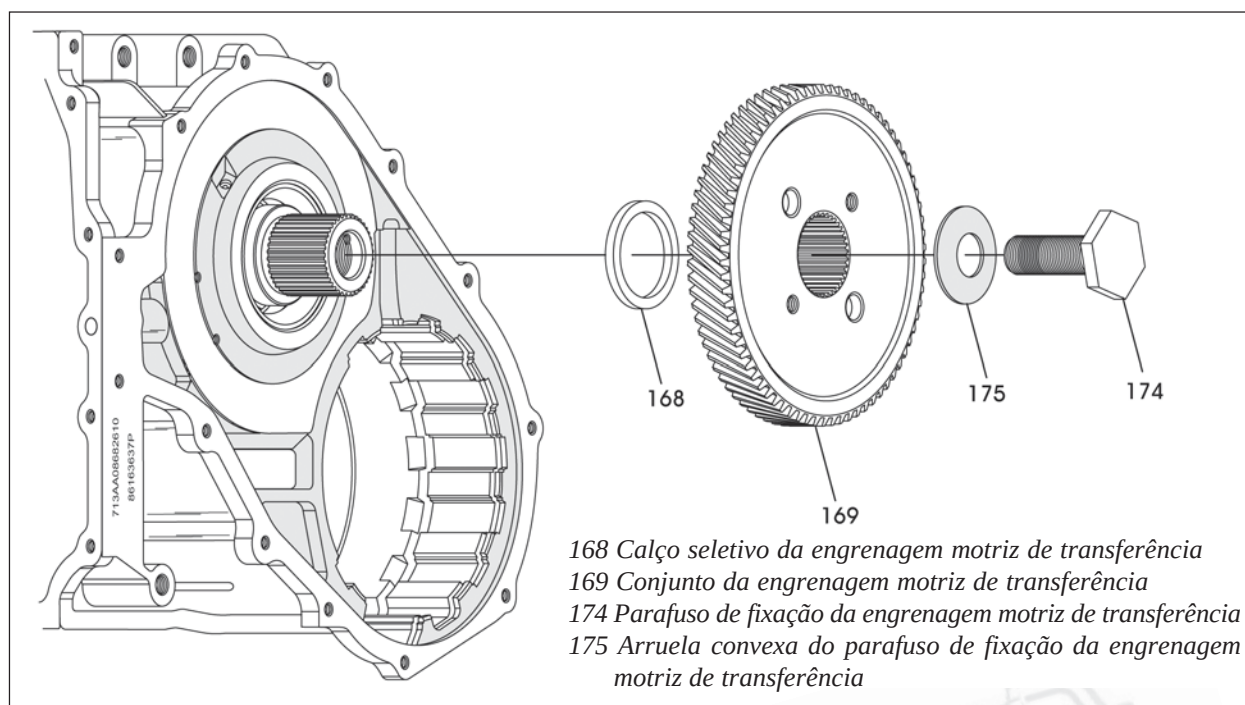

Figura 115
49. Instale o calço seletivo no eixo planetário traseiro, conforme mostra a figura 115.
Estes passos devem ser executados com a transmissão em posição horizontal, conforme indicado pela figura 115, para evitar danos ao carregador planetário traseiro.
50. Instale a engrenagem motriz de transferência no eixo planetário, conforme mostra a figura 115.
51. Utilize a arruela convexa e parafuso de fixação para puxar e assentar a engrenagem motriz de transferência, conforme mostra a figura 115.